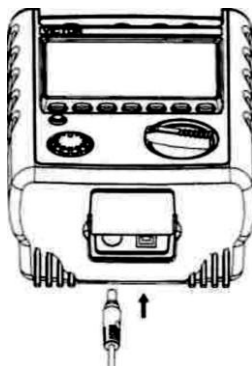

Figura 10
9. Método de uso do adaptador da fonte de alimentação para fins especiais (Como é mostrado na Figura 10)